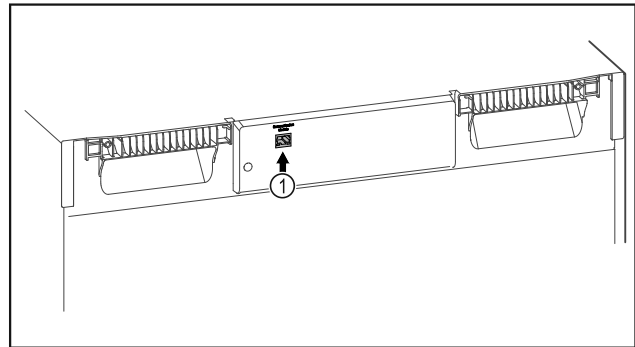

Fig. 82
- SmartModule Fig. 82 (1) este instalat.